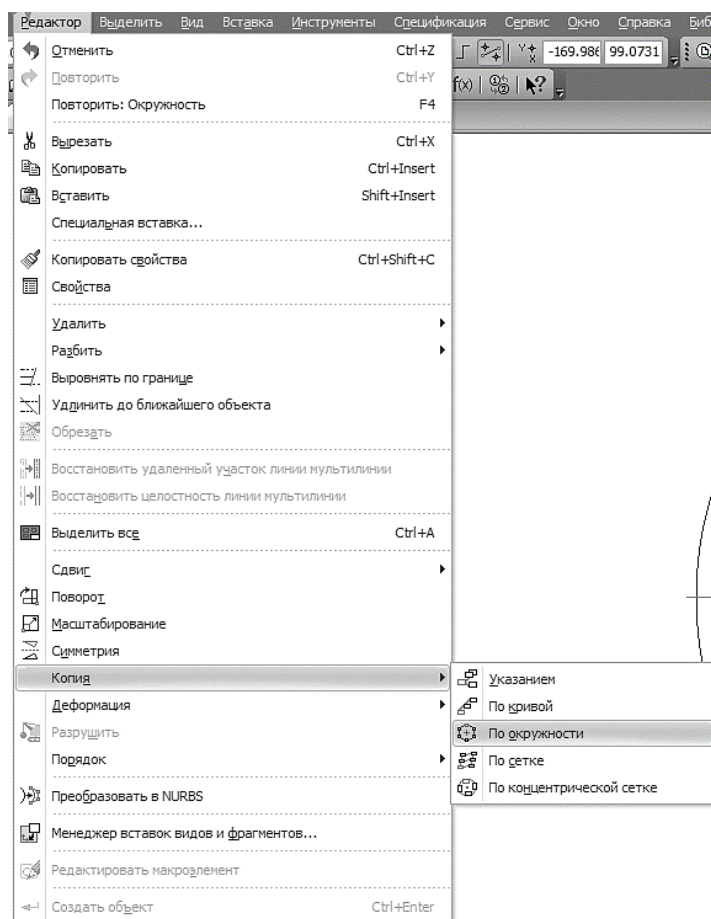

Рис. 20. Копирование элементов по окружности
2.2.3 Выделим окружность диаметром 10 мм, нажав ЛКМ. В главном меню выбираем вкладку **Редактор – Копия – По окружности** (рис. 20).